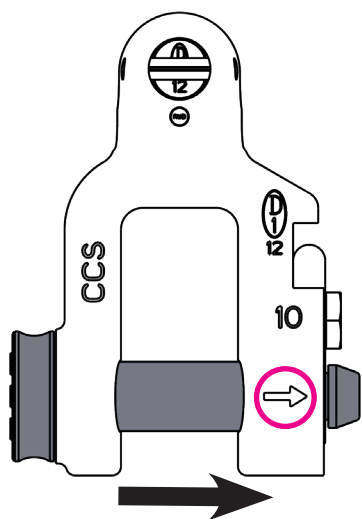

Fig. 16: Sens de montage de l'axe de la manille
- L'axe de la manille ne peut être monté que dans le sens de la flèche (sur le composant) (Fig. 16)
- Mauvais sens de montage de l'axe de la manille (opposé au marquage fléché sur l'étrier de manille, l'axe de manille ne s'enclenche pas). Pour le sens de montage correct de l'axe de la manille voir Fig. 16.